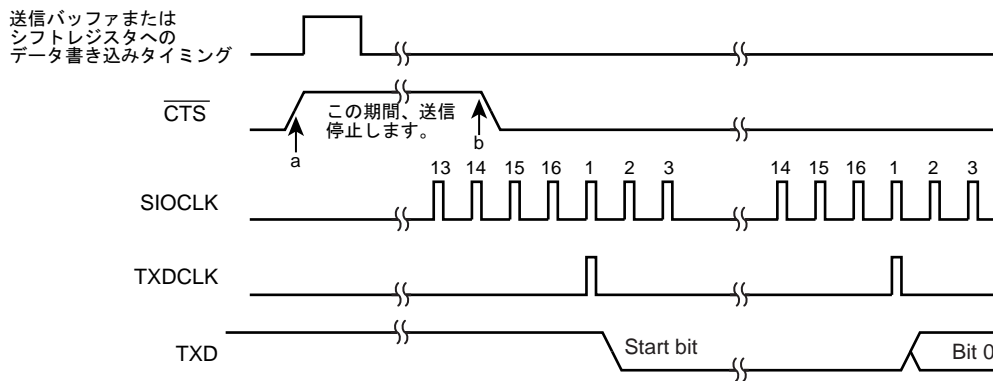

図 12-9 $\overline{\text{CTS}}$ 信号のタイミング
- 注 1) 送信中に $\overline{\text{CTS}}$ 信号を立ち上げた場合、送信終了後に停止します(図 12-9 "a")。
- 注 2) $\overline{\text{CTS}}$ 信号立ち下り後の最初の TXDCLK クロックから送信を開始します(図 12-9 "b")。